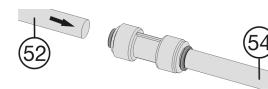

Fig. 24*
► Raccorder les rallonges de tuyaux Fig. 24 (54) fournies aux tuyaux de l'appareil Fig. 24 (52) : insérer les tuyaux de l'appareil dans les connecteurs jusqu'à la butée (env. 21/32 " (17 mm)) (voir 12) .*